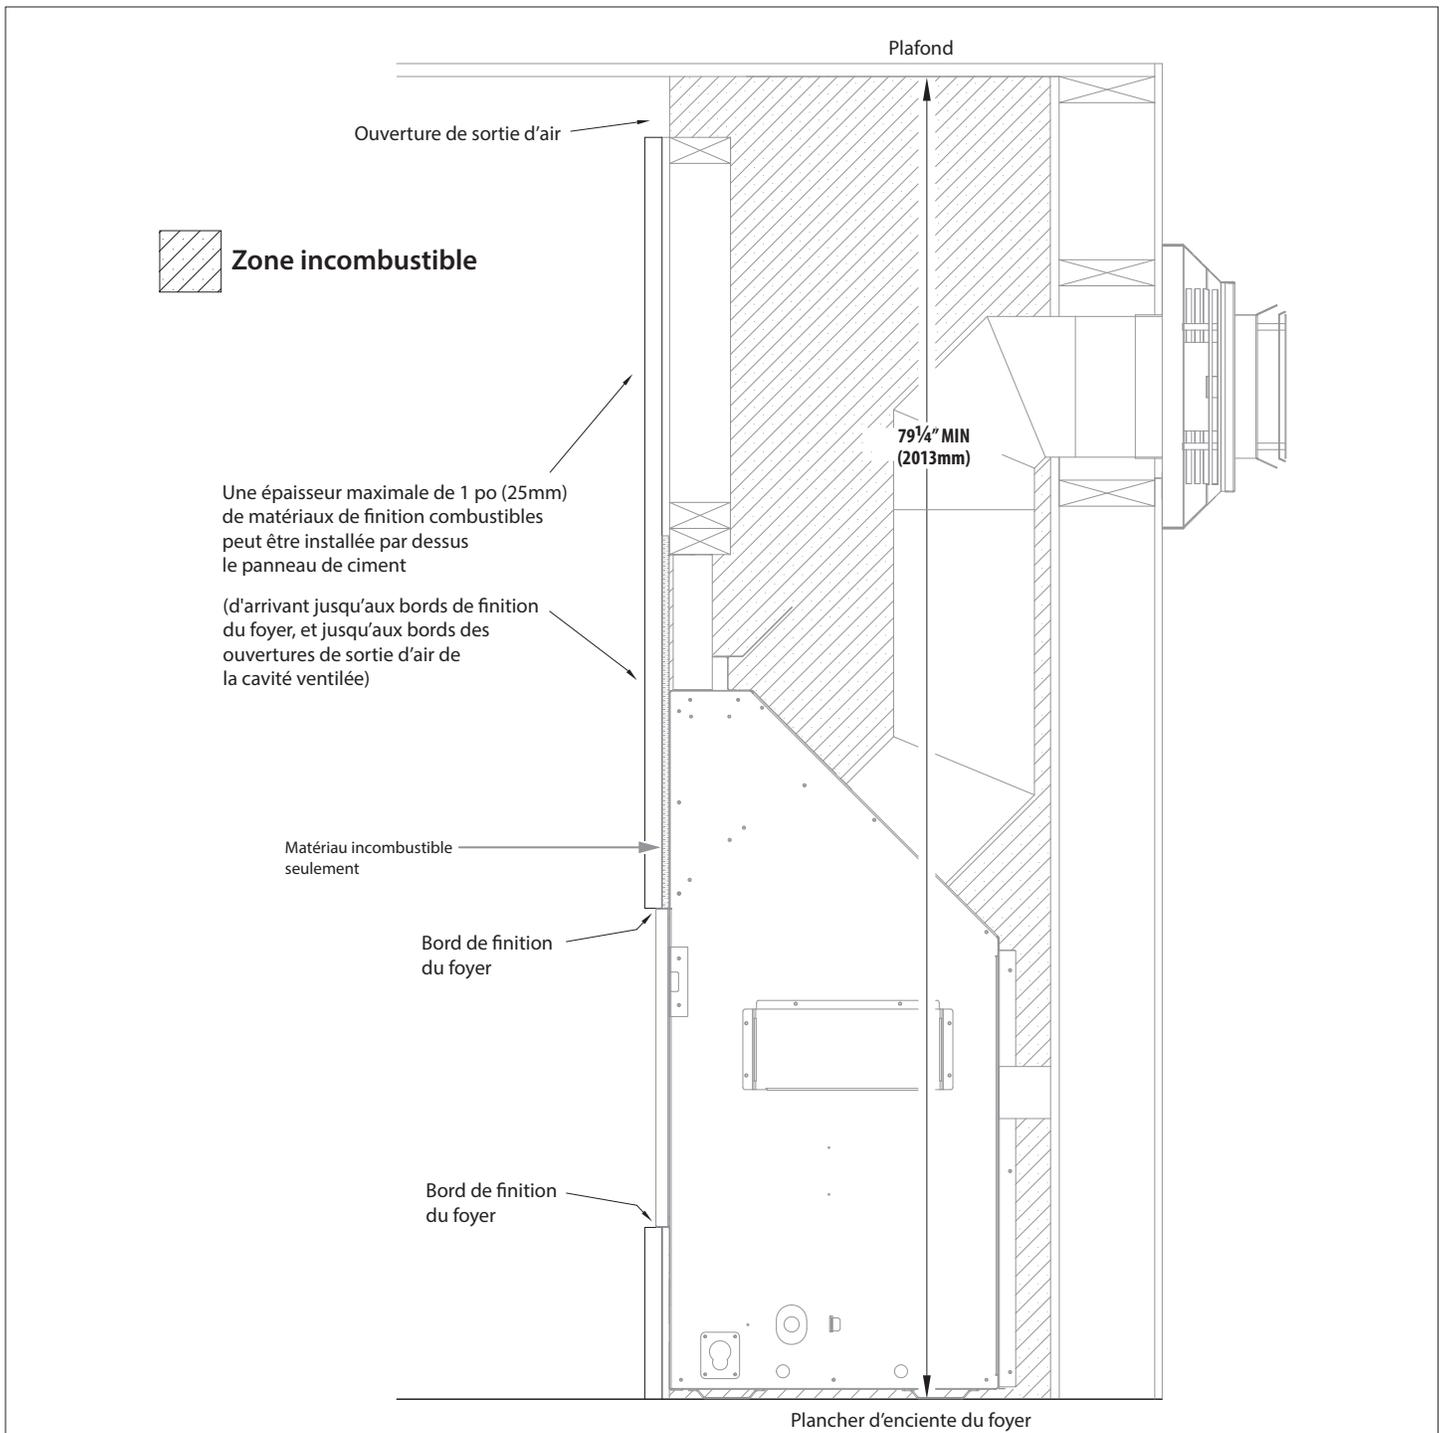

Figure 4.14, Matériaux de finition murale combustibles
- La Figure 4.14 (page 34) montre l'installation de matériaux combustibles de finition murale d'une épaisseur maximale de 1 po (25 mm).